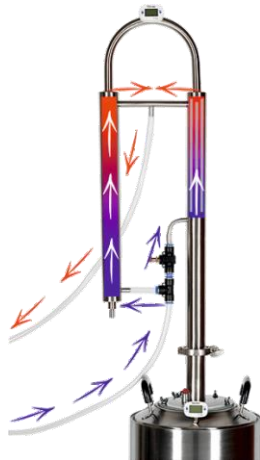

Рис. 2
2. Режим укрепления (Рис. 2). В этом режиме активно используется трехтрубчатый дефлегматор. Работа аппарата происходит следующим образом: после закипания продукта в кубе, необходимо включить максимальный поток воды в дефлегматор. При этом все пары полностью конденсируются в трубках дефлегматора и стекают вниз, встречая на пути восходящие пары и снова испаряясь (работа колонны на себя). Пары начинают распределяться по фракциям вдоль трубок. Наверху оказываются самые легкие, а тяжелые фракции будут сливаться обратно в куб.